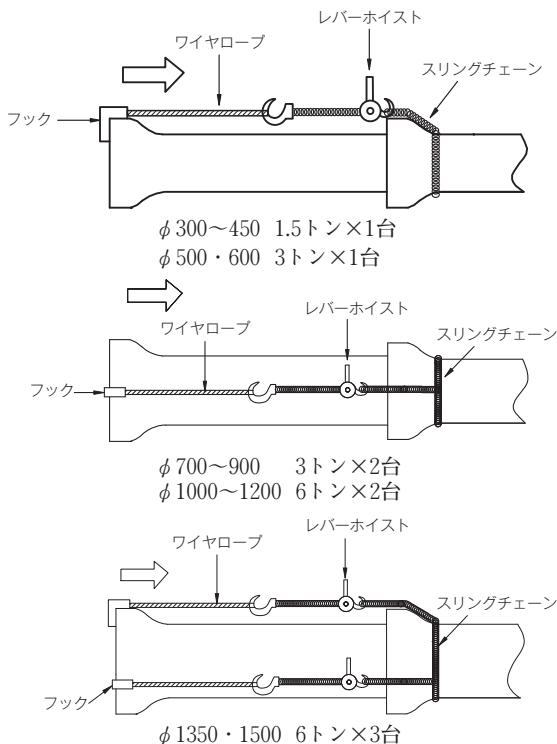

図7 レバーホイストを用いた挿入例
- (1) 挿し口を受口に預ける。この時2本の管が一直線となるようにする。
- (2) 図7に示すような接合工具を用い、受口に挿し口を挿入する。なお、接合工具の使用にあたっては、管外面の塗膜に傷をつけないよう注意すること。